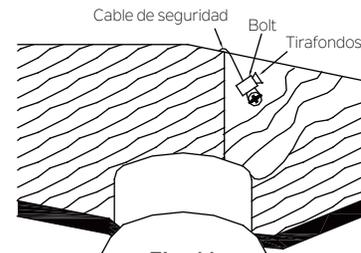

Fig. 11
**Paso 2.** Inserte el cable de seguridad a través del soporte de montaje y uno de los orificios de la caja de distribución eléctrica hasta el interior del techo. Ajuste la longitud del cable de seguridad para alcanzar el tornillo y las arandelas jalando todo el cable extra a través del sujetacables hasta que la longitud total sea la correcta; coloque el extremo del cable hacia atrás a través del sujetacables, formando un bucle al final del cable. Ajuste el sujetacables con firmeza. Ahora, coloque el bucle al final del cable de seguridad por encima del tirafondo y por debajo de la arandela. Ajuste bien el tirafondo. (Fig. 11)